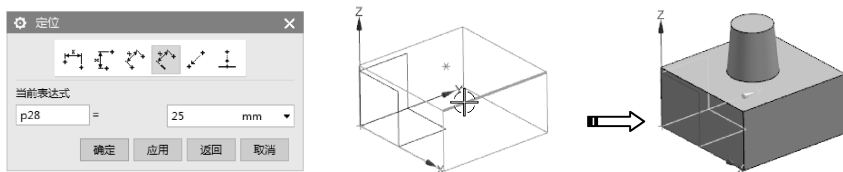

图 6-63 指定另 1 条定位参考边
- 05 选择另 1 条边作为参考，并输入参考距离，如图 6-63 所示。